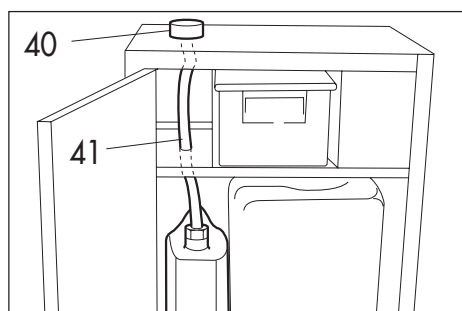

Fig. 6
- Installer sur la surface supérieure du support l'entonnoir à égoutures (40) en le raccordant au tuyau de vidange (41) (Fig. 6).